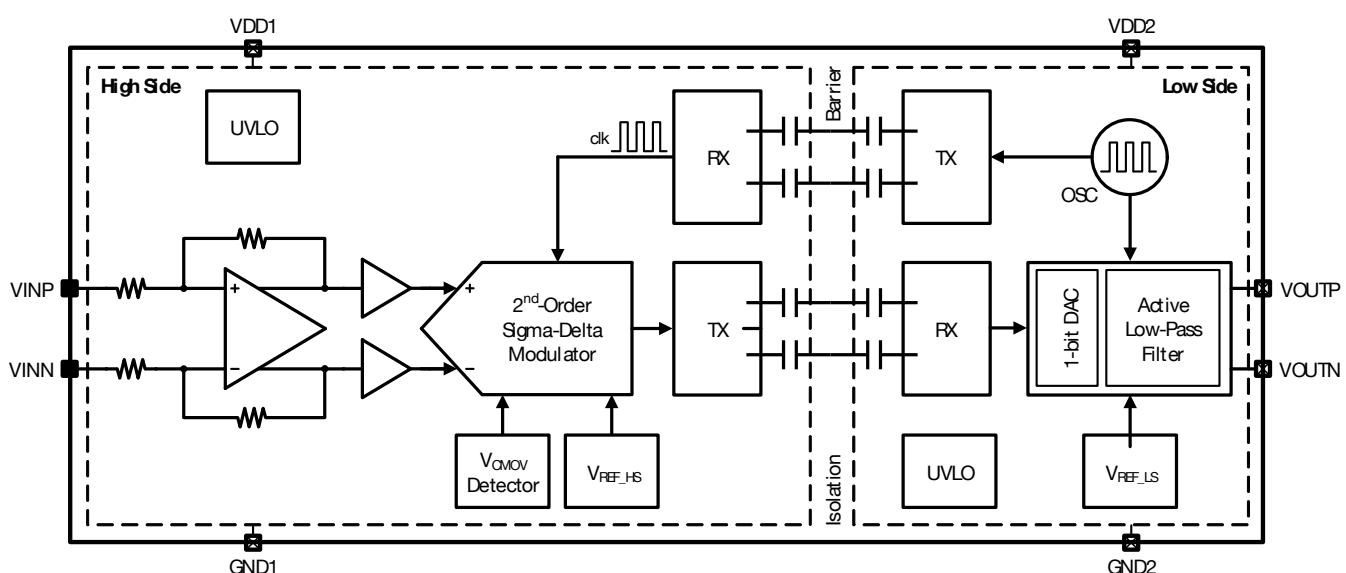

图 5-1 AMC130x 功能框图
AMC130x器件是为基于分流电阻的电流检测而优化的高精度隔离式运放。功能框图如图 5-1 所示。在高边，全差分运放先对分流电阻上的压降预放大然后驱动二阶 Sigma-Delta ($\Sigma\Delta$) 调制器。该调制器将模拟信号转换成数位流。为了在基于二氧化硅的隔离层的信号传输，数位流通过使用简单的开关键控 (OOK) 调制方案和高频载波进一步调制。接收机 (RX) 在低边将接收到的调制信号恢复成原始的数位流。经过1位数模转换器 (DAC) 处理后，数位流被送到有源低通滤波器继而产生模拟输出。为了整个芯片的同步，时钟在低边产生并发送回高边，确保所有的时钟同源。